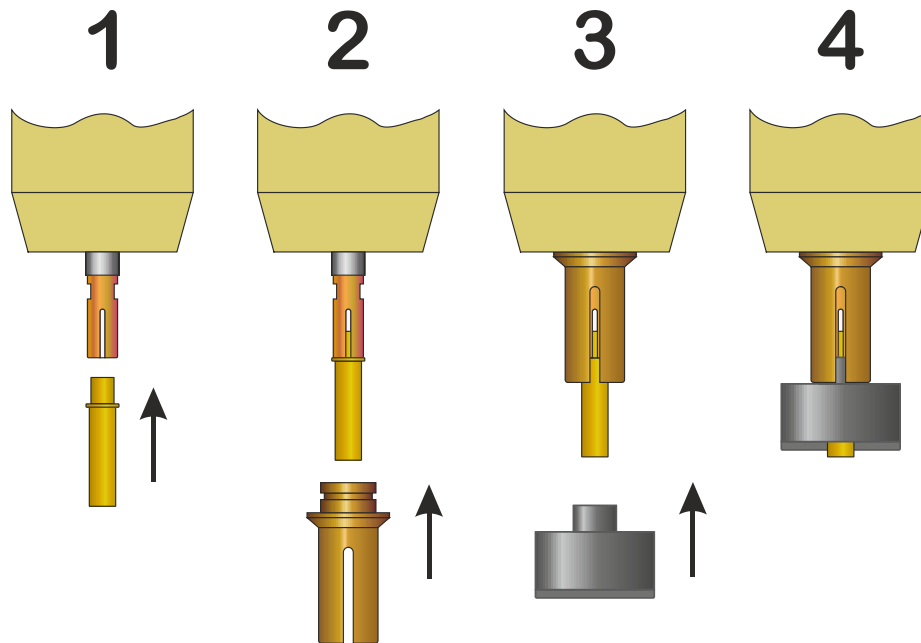

Рисунок 7 – Установка приспособления для проверки расстояния отрыва
2.7.3 Установить в держатель электродов приспособление для проверки расстояния отрыва электродов из комплекта поставки и втулку для керамических колец Д8 (рисунок 7).